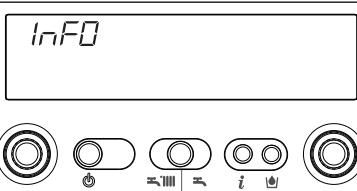

Fig. 29
Pulsando la tecla el visor digital se apaga y aparece solo la inscripción InFO (fig. 29). La caldera permite, pulsando la tecla , visualizar algunas informaciones útiles para su uso. Cada vez que se pulsa la tecla, se pasa a la información sucesiva. Si la tecla no se pulsa, el sistema sale automáticamente de la función.
**Info 0** visualiza la inscripción InFO (fig. 29)